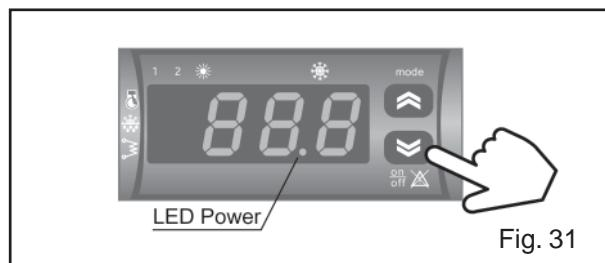

Fig. 31
- premere il tasto ON-OFF (fig. 31). Sul display comparirà la temperatura dell'acqua di ritorno dall'impianto;